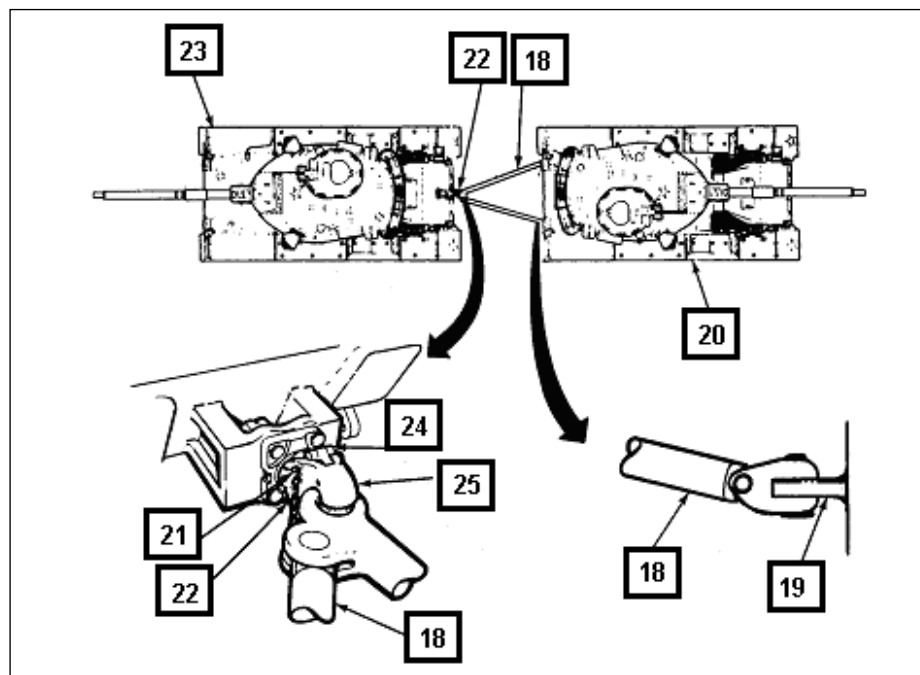

Fig 11-29. Processo de reboque empregando a barra de reboque
(2) Acionar o freio de estacionamento do veículo em pane, caso as juntas universais estiverem conectadas.
(3) Apontar o Can do veículo que reboca para a frente(1) e o do veículo rebocado para a retaguarda(2).
(4) Caso se estiver empregando os cabos de aço para reboque(3), amarrá-los em "X", conectando os engates(4) dos cabos nas manilhas(5), com o cuidado de não enrolá-los nessas manilhas.
(5) Empregando a barra de reboque (tesourão), conectar as extremidades(18) nas manilhas dianteira(19) do CC rebocado(20) e à manilha traseira(21) do CC que reboca(23). Utilizar as travas(22 e 24) e o pino(25) para travar as conexões(25). (Fig 11-29)